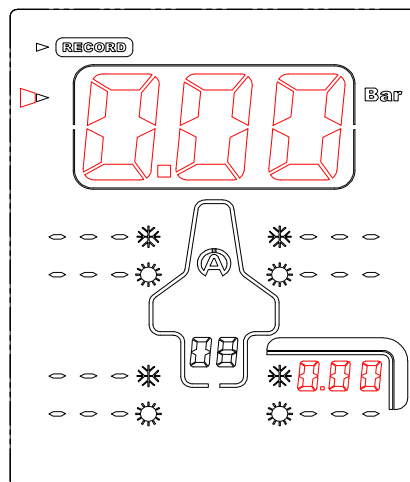

Abbildung 2
2) Wählen Sie mit Taste  oder  die **Ziffernanzeige** aus (Abbildung 2)
Im Beispiel (Abbildung 2) ist das Tyrecontrol zur Speicherung der ersten Messung im Set "08" vor der Fahrt ❄️ (freier "Set") bereit. Die Messung beginnt mit dem hinteren rechten Reifen.